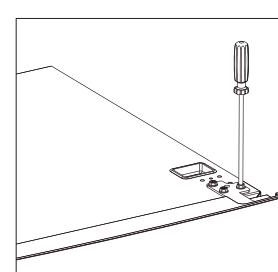

Abb. 5
- ▶ Drehen Sie die drei Halterungsschrauben der Scharnierlochplatte heraus und entfernen Sie das Scharnier der Kühlraumtür (2) (Abb. 5). Entfernen Sie die Unterlegscheibe ebenfalls und legen Sie sie zur späteren Verwendung sicher zur Seite.
- ▶ Heben Sie die Kühlraumtür (2) vom mittleren Scharnier und stellen Sie sie gegen Umfallen gesichert auf eine weiche Unterlage zur Seite, um Kratzer zu vermeiden.